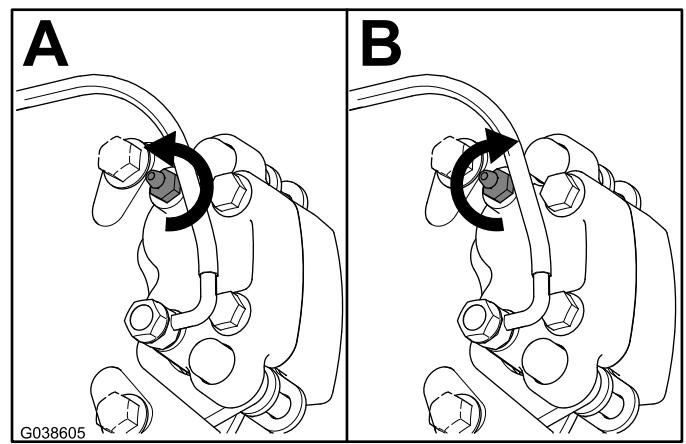

Figura 11
2. Con el pedal de freno pisado a fondo, afloje el tornillo de purga 1/4 de vuelta (Figura 11).
3. Con el pedal de freno pisado a fondo, apriete el tornillo de purga 1/4 de vuelta (Figura 11).